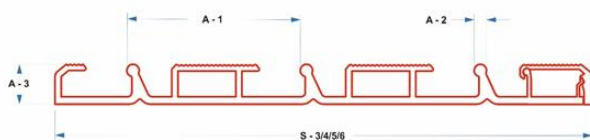

Abb. 7.8
- Hinweis: Der Abstand zwischen den Schienenzylindern für die Laufräder beträgt 70 mm und der Durchmesser der Zylinder beträgt 5 mm, siehe Abb. 7.8.